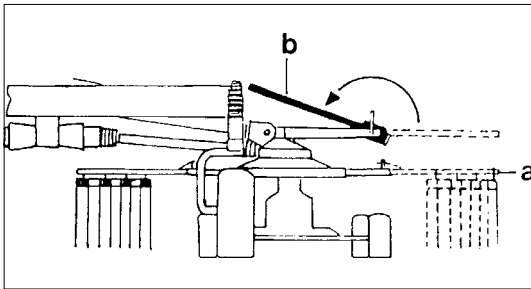

Bild 3-15
2. Die seitlichen Schutzbügel (b) nach innen schwenken, bis die Arretierung einrastet (Bild 3-15)